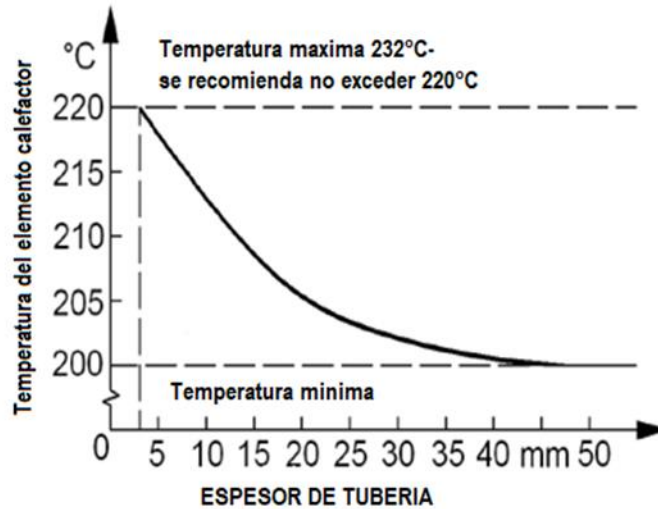

Figura 1: Valores recomendados de temperatura del elemento calefactor en función del espesor
- La temperatura de la superficie del elemento calefactor, se establecerá según los valores recomendados por los fabricantes de componentes de tubería. La temperatura del elemento calefactor para el caso de HDPE debe estar entre 218 ± 14 grados Celsius para soldaduras de espesores menores a 50mm. (Ver Figura 1).